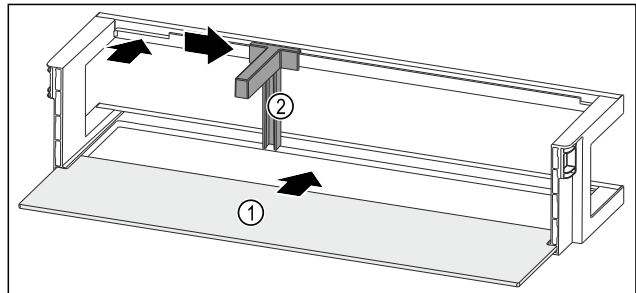

Fig. 136 Ajtópolc tárolólappal
- ▶ Tolja be a tárolólapot Fig. 136 (1) az oldalsó bemarásokba.
- ▶ Helyezze be a palacktartót Fig. 136 (2) a mélyedésbe.
- ▶ Tolja oldalra a kívánt pozícióba a palacktartót Fig. 136 (2).